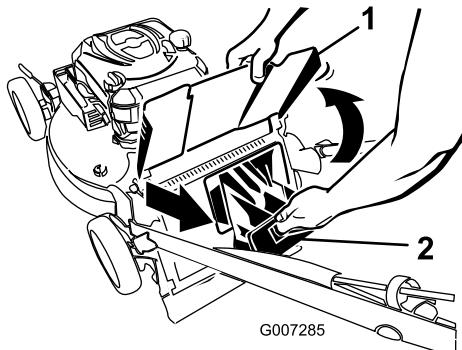

Bild 21
2. Heben Sie das Auswurfablenklech an und halten es hoch (Bild 21).
3. Ziehen Sie die Heckauswurfklappe ab (Bild 21).
2. Ziehen Sie die Heckauswurfklappe ab (Bild 21).